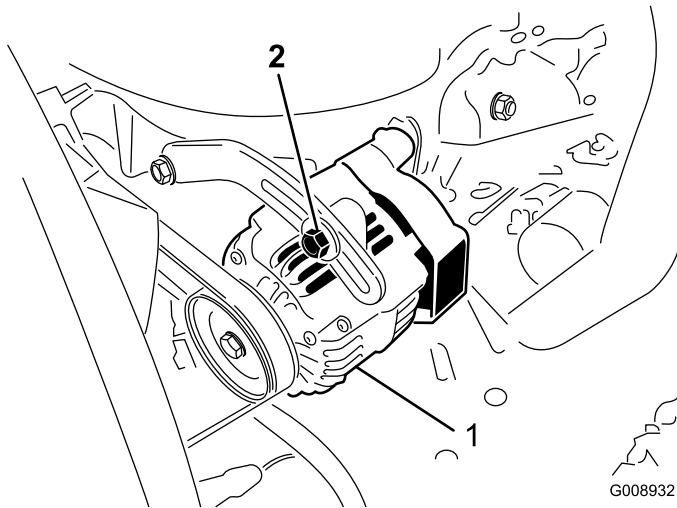

図 53
オアウタネータのベルト（図 53）は100運転時間ごとに点検します。
2. たわみが 10 mm 程度でない場合には、オルタネータ取り付けボルト（図 53）をゆるめる。適当な張りに調整してボルトを締める。ベルトのたわみが適切に調整されたことを確認する。